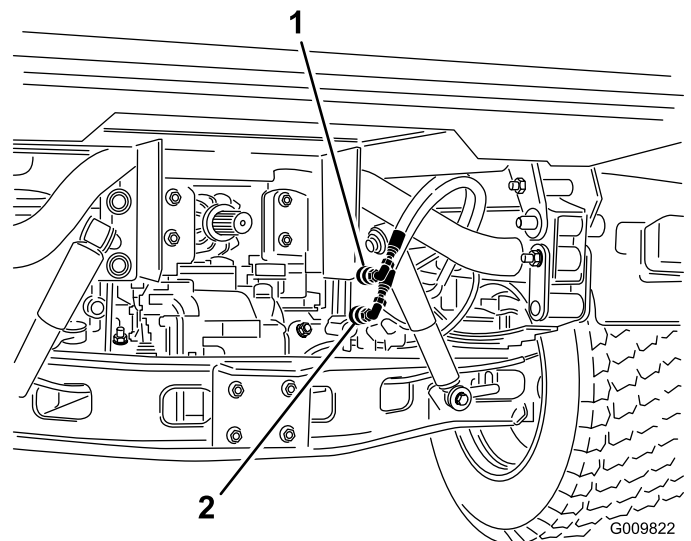

Figura 71
2. En ambos vehículos, desconecte los dos manguitos de acoplamiento rápido de los manguitos fijados al soporte de acoplamiento (Figura 71).